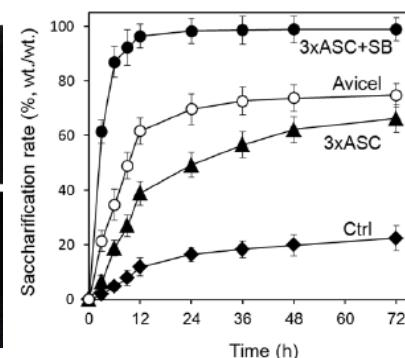

図4 稲藁の酵素糖化に対する前処理の効果 Ctrl：無処理、3XASC：3回ASC処理、Avicel：脚注参照、3XASC+SC：3回ASC + SC処理
- 開発した亜塩素酸・重曹法により、稲藁のリグニンを88%除去することが可能となり、工業用セルラーゼによる50°C、12時間での糖化の場合、無処理稲藁の糖化率20%に対して、96%の糖化率を達成した（図4）。